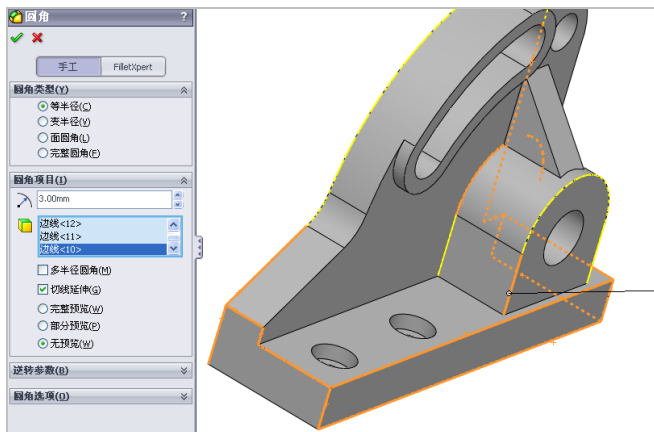

图 14-65 选择合适的边线
(1) 单击【圆角】按钮, 弹出【圆角】属性管理器, 设置【半径】为 3, 选择合适的边线, 如图 14-65 所示。